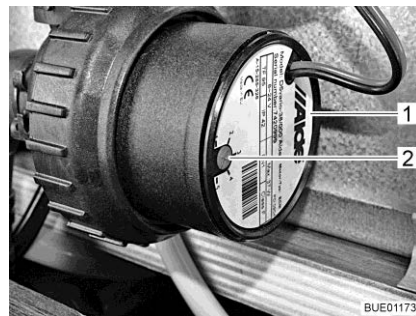

Bild 215 Vartvalsreducering
Med vridregulatorn (Bild 215,2) kan cirkulationspumpens varvtal ställas in. Vid lägre varvtal går pumpen tystare.
Vridregulatorn sitter på cirkulationspumpen (Bild 215,1).
- Vrid vridregulatorn (Bild 215,2) moturs. Effekten reduceras.